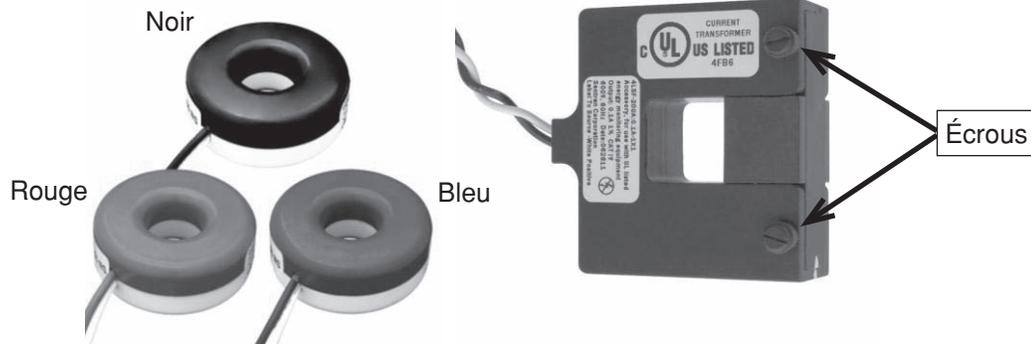
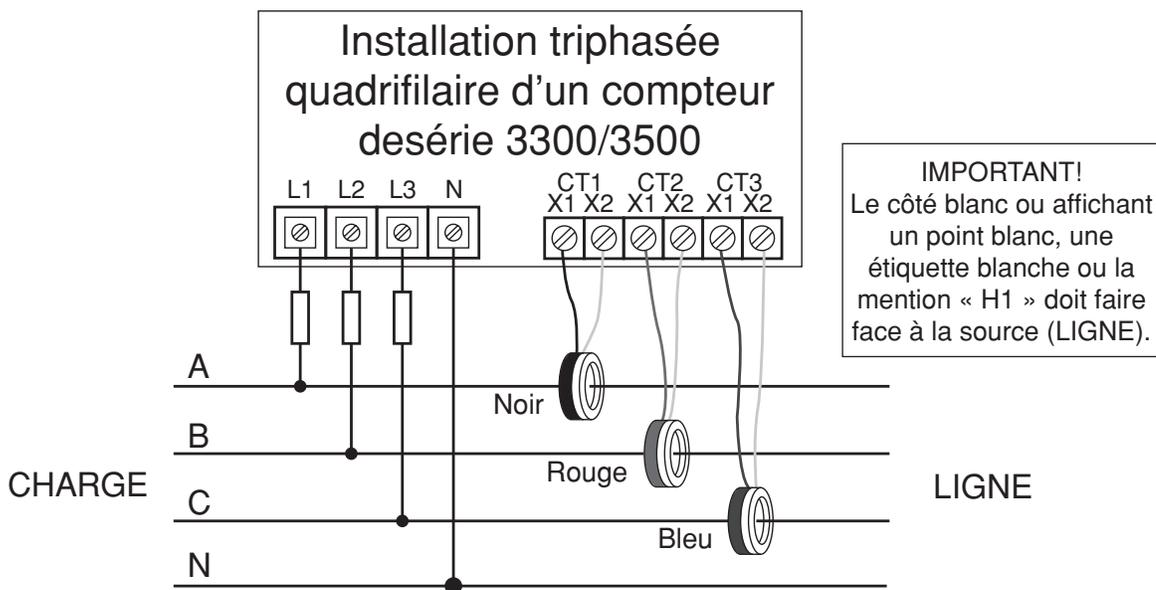

Figure 6 : Transformateurs de courant à noyau monobloc et ouvrant de Leviton
Figure 8 : Installations à trois phases, quatre fils, en étoile
2. Raccorder les fils d'alimentation à tension minimale de 600 V aux endroits correspondant à la ligne et au neutre dans le panneau à disjoncteurs, conformément à tous les codes locaux et nationaux de l'électricité; se reporter aux schémas de raccordement des figures 8 et 9, plus loin dans ce document.
- Les entrées de courant et de tension doivent être installées « en phase » (c'est-à-dire CT1 raccordé à la ligne 1, CT2 raccordé à la ligne 2 et CT3 raccordé à la ligne 3) et orientées correctement, tel qu'illustré aux figures 8 et 9.
- TC à noyau monobloc de Leviton (figure 6, photo de gauche) : conformément à l'étiquette, le côté LIGNE de ces TC doit faire face à la ligne entrante. Le fil de sortie blanc se raccorde à la borne X2, et le fil de sortie noir ou coloré, à la borne X1 appropriée.
- TC à noyau ouvrant de Leviton (figure 6, photo de droite) : le côté affichant un point blanc, l'étiquette blanche ou la mention « H1 » doit faire face à la ligne entrante. Le fil blanc se raccorde à la borne X2 et le noir, à la borne X1.
4. Raccorder les fils de sortie du TC aux bornes appropriées; se reporter aux schémas des figures 8 et 9 pour voir l'orientation à suivre et les raccords à faire. Le bornier des TC est amovible pour faciliter les connexions (voir la figure 5). Une fois ces dernières effectuées, il suffit de glisser le bornier jusqu'au fond de l'ouverture.
5. Installation de TC à noyau ouvrant : retirer manuellement les deux écrous (figure 6) et séparer les pièces du TC. Alors que le courant est coupé, placer la pièce en « U » autour du conducteur approprié, en s'assurant que le point blanc, l'étiquette blanche ou la mention « H1 » est face au côté ligne (source). Réassembler les pièces du TC en s'assurant que les traits blancs (figure 5) sont alignés; remettre les écrous. Reprendre la procédure pour les conducteurs de l'installation biphasée ou triphasée (voir les figures 8 et 9).
6. Installation de TC à noyau monobloc : alors que le courant est coupé, déconnecter un à la fois chacun des conducteurs contrôlés et y glisser un TC, en s'assurant qu'il soit bien orienté (voir les figures 8 et 9). Reconnecter les conducteurs.
- b. Dans les installations unidirectionnelles, cette flèche devrait toujours pointer vers la droite. Si un écran de valeurs en ampères ou en kilowatts affiche une flèche vers la gauche, il se pourrait qu'un TC ait été installé à l'envers ou sur la mauvaise phase, que les connexions de TC au niveau du compteur soient inversées ou faites aux mauvaises bornes, ou encore que les fils de tension soient raccordés aux mauvaises phases. On trouve à la section 4 une description plus détaillée du fonctionnement des écrans de valeurs en ampères en état d'inversion. Se reporter aux schémas de raccordement des figures 8 et 9 pour voir comment connecter et orienter les TC.
- c. Écrans de facteur de puissance : sauf en de rares circonstances où la consommation de charges principalement inductives est mesurée, le facteur de puissance devrait avoir une valeur absolue supérieure à 0,6. Si cette valeur est plus basse, cela peut vouloir dire que les TC sont installés sur la mauvaise phase, sont à l'envers ou sont mal raccordés au niveau du compteur, ou encore que les connexions de tension sont en inversion de phase. Le cas échéant, il faut se reporter aux schémas de raccordement des figures 8 et 9 pour s'assurer que l'installation a été correctement effectuée.